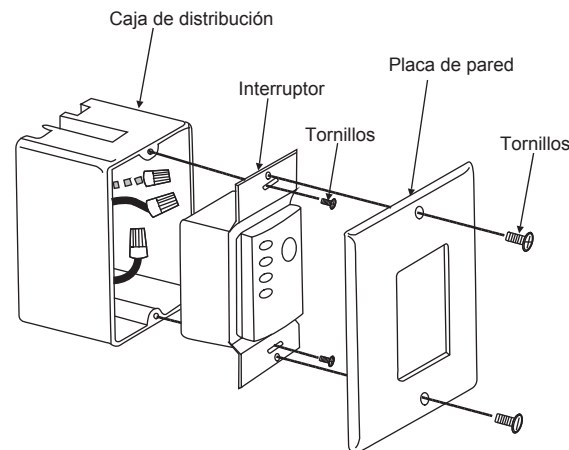

Fig. 23
Paso 2. Instale la placa de pared en la caja de distribución eléctrica existente utilizando los tornillos proporcionados. (**Fig. 23**)